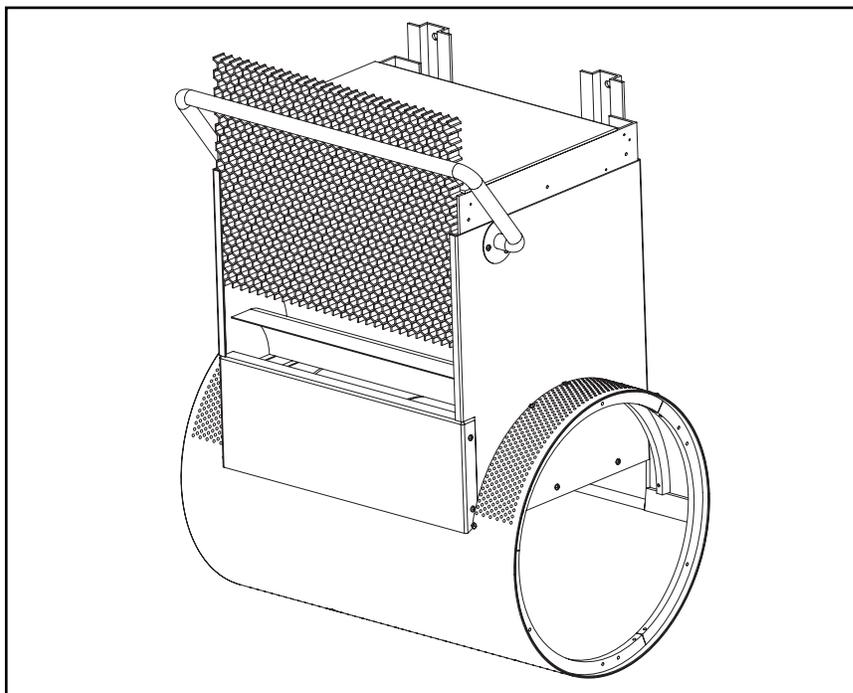

Fig. 6.10
6.12 Deslice la rejilla de acondicionamiento de agua vertical hacia abajo dentro de la carcasa (Fig. 6.10).